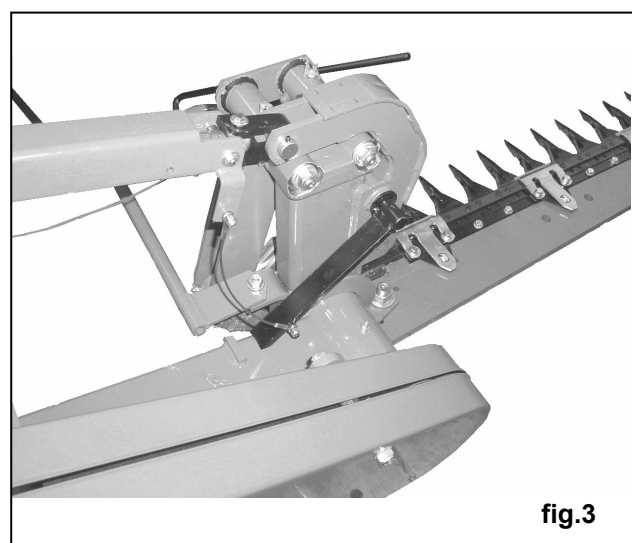

fig.3
- montare il fermo **D** (fig.3) con la relativa spina elastica.
- assemble the stop **D** (fig.3) with its elastic pin.
- monter l'arrêt **D** (fig.3) avec le relatif goujon élastique.
- montar el retén **D** (fig.3) con el correspondiente pasador elástico.
- Die Sicherung **D** (Abb.3) mit dazugehörigem Spannstift anbringen.